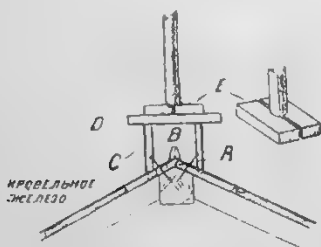

Рис. 5. Крепление к крыше мачт более 7 см диаметром.
Для мачт в 7, 8 и более см диаметром такой способ крепления непригоден. Для них на крышу ставятся чурбаки В (один или два с каждой стороны крыши). Как показано на рис. 5, они скоплены соответственно крыше и прибиты к ней сильными гвоздями А. И крыша и чурбаки предварительно хорошо прокрашиваются с боков, там, где имеется пропил (или зазор). Приколачивается железо так, чтобы вода не могла подтекать под чурбаки. (Лучше всего сначала выкромить необходимой формы куски из бумаги, измерить по месту, исправить, если надо, и только потом вырезать по ним из железа. Также
надо поступить и при изготовлении раструба). На рисунке разрез железа показан линией С. Сверху чурбаки покрываются доской D, которая свешивается над их краями не меньше, чем на вершок, и служит для них крышей. Полезно на нижней стороне доски на свешивающемся крас прорезать небольшую канавку. Тогда вода если и потечет по нижней стороне доски, то только лишь до этой канавки, с края которой она и будет капать вниз на крышу дома. Можно также вокруг доски наколотить плотно железную полоску, свешивающуюся вниз своим нижним краем. Доска прибивается к чурбачкам гвоздями и на нее ставится мачта. Мачта аккуратно обрезана снизу и может быть прибиты гвоздями, но еще лучше, если будет удерживаться двумя дощечками с полукруглыми вырезами (см. рис. 5—Е), которые приколачиваются с обеих сторон от мачты. После постановки все хорошенько прокрашивается раза два-три.
13. Крепление оттяжек к крыше. — Оттяжки мачты обязательно крепятся к стропильным ногам, лемням и т. п. тяжелым частям устройства крыши, но отнюдь не к обрешотке или слуховым окнам, которые могут не выдержать их натяжения. Сначала крепятся железные полосы. Полоса, слегка загнутая, просверлена на концах (рис. 5), к одному концу крепится кольцо из круглого железа (6 мм толщиной, а другой конец (одним или двумя отверстиями) припривинчивается одним или двумя глухарями к стропильной ноге. Под железную полосу кладется просмоленный картон, а глухарь обматывается пенькой (или расщепленной веревкой) с масляной краской. Так припривинченная полоса не даст течи. За круглое кольцо можно привязывать оттяжки, сделав обычную скрутку, как у верхнего конца мачты.